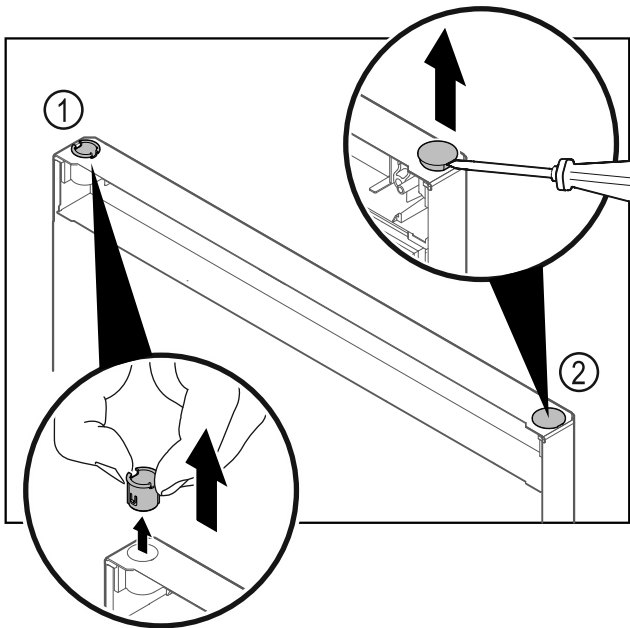

Fig. 35 Pakastinosan ovi
- ▶ Vedä saranaholkki Fig. 35 (1) sormin pois.
- ▶ Kohota suojanastaa Fig. 35 (2) varovasti uraruuvimeisselillä ja vedä se pois.